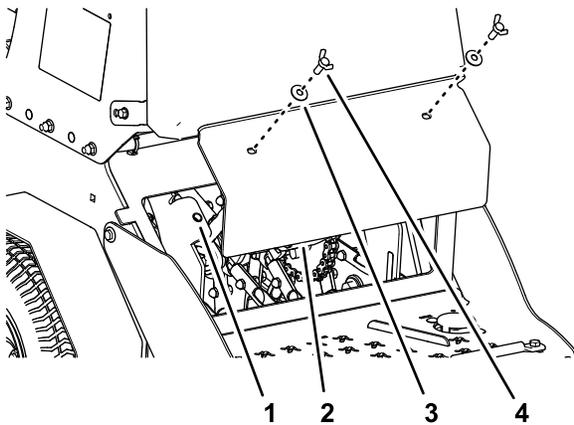

Figure 59
3. Retirez les 2 vis à oreilles ( $\frac{3}{8}$  x 1 po) et les 2 rondelles ( $\frac{3}{8}$  po) qui fixent le panneau arrière au châssis, et déposez le panneau (Figure 59).
6. Alignez les trous du panneau arrière et les trous du châssis (Figure 59).
7. Fixez le panneau au châssis au moyen des 2 vis à oreilles et des 2 rondelles (Figure 59) que vous avez retirées à l'opération 3; serrez les vis à un couple de 37 à 45 N·m (27 à 33 po-lb)